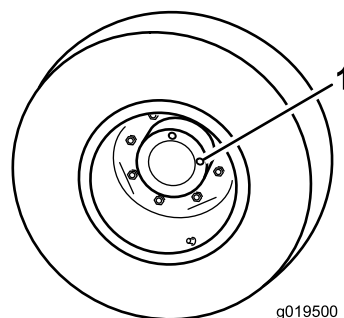

Figura 53
1. Con la macchina su una superficie pianeggiante, posizionate la ruota in modo che un tappo di controllo si trovi in posizione a ore 12 e l'altro a ore 3 (Figura 53).
1. Tappo di controllo/sgocciolo (2)
2. Rimuovete il tappo a ore 3 (Figura 53).